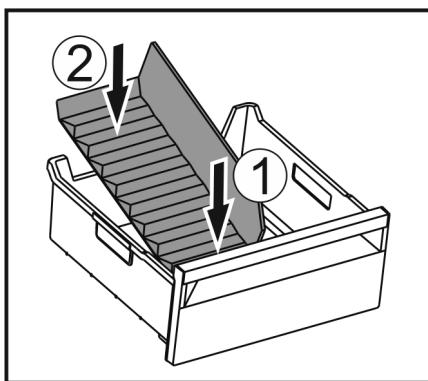

Fig. 75
- Поставете предната част на разделителя на отделението за лед. Fig. 75 (1)
► Спуснете задната част на разделителя на отделението за лед до дъното на чекмеджето. Fig. 75 (2)